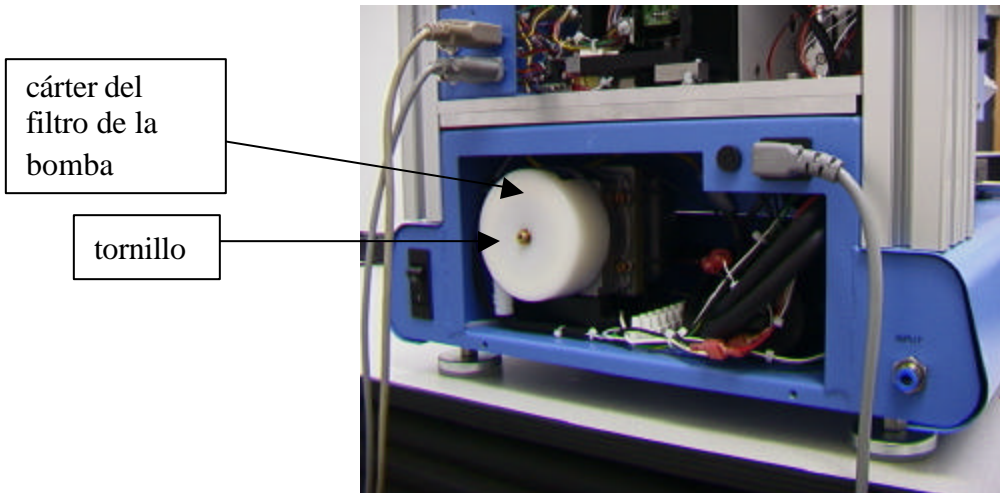

Figura 21
- i. Abra la cubierta posterior del TF 1500. (Figura 21)